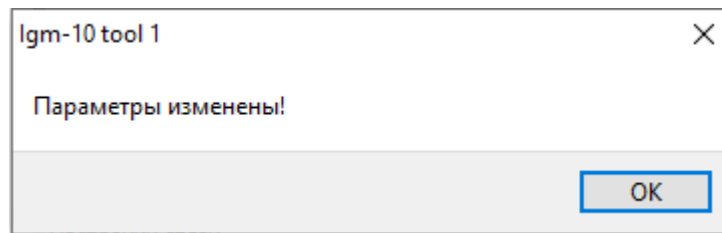

Рисунок 12 – Окно подтверждения изменения параметров прибора
- 7) Далее на экране появится окно подтверждения изменения параметров прибора (рисунок 12). Для возвращения к работе с программой необходимо нажать «ОК».
- 6) Далее на экране появится окно подтверждения изменения параметров прибора (рисунок 12). Для возвращения к работе с программой необходимо нажать «ОК».